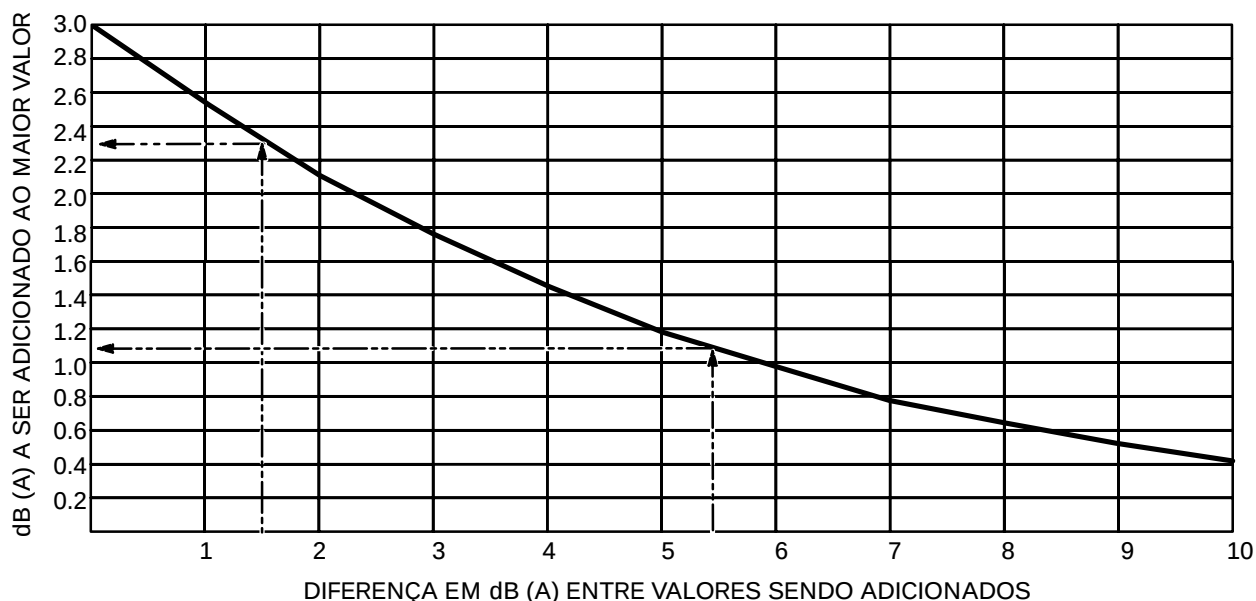

Figura 6-34: Gráfico de Valores para a Adição de Níveis de Ruídos
A **Figura 6-34** pode ser utilizada, como segue, para estimar o nível de ruído de várias fontes de ruído:
- Subtraia 90,5 dB(A) de 92 dB(A) e obtenha uma diferença de 1,5 dB(A). Como mostram as setas na **Figura 6-34**, o correspondente à diferença de 1,5 dB(A) é o valor 2,3 dB(A), que deve ser somado a 92 dB(A), resultando num total de 94,3 dB(A).
- Da mesma forma, subtraia 9 dB(A) do novo valor de 94,3 dB(A) e obtenha a diferença de 5,3 dB(A).
- Finalmente, some o valor correspondente de 1,1 dB(A) ao valor 94,5 dB(A) e obtenha um total de 95,6 dB(A).